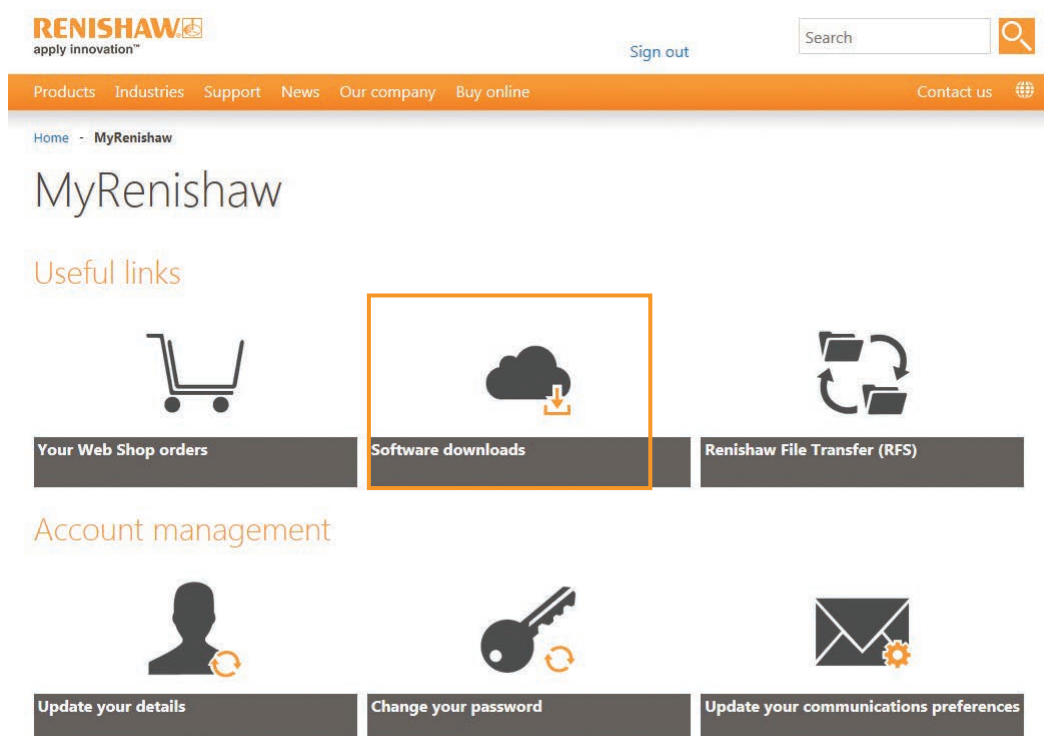

Figure 2 Cliquez sur Software downloads (Téléchargement de logiciels)
3. Cliquez sur **Software downloads** (Téléchargements de logiciels) (voir la Figure 2).